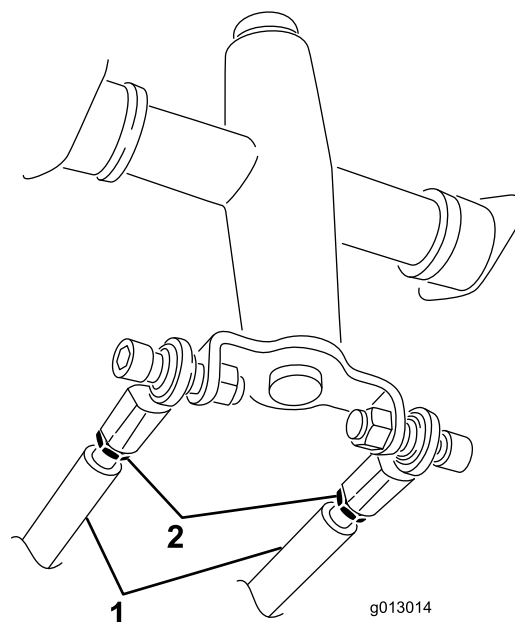

Рисунок 53
3. Ослабьте контргайки на штоках привода под панелью управления (Рисунок 53).